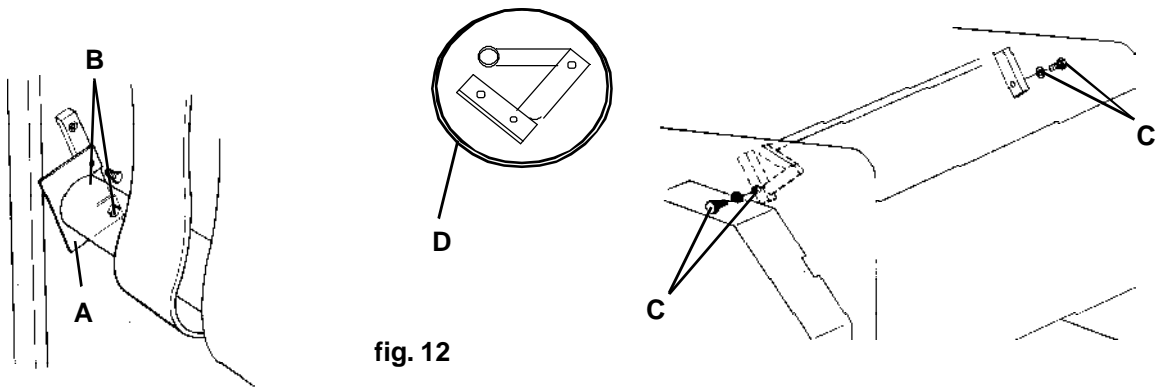

fig. 12
- Remove the retaining screws (fig. 12/B).
- Remove the yellow restraint (fig. 12/A).
- Remove the retaining screw and its yellow washer of each right base (fig. 12/C). Previously verify that the end (fig. 12/D) of each right base is correctly placed.
- Extraer los dos tornillos de sujeción (fig.12/B).
- Retirar la fijación de color amarillo (fig.12/A).
- Extraer el tornillo de sujeción y su arandela de color amarillo de cada bancada (fig.12/C). Comprobando previamente que la pieza tope (fig.12/D) de cada bancada está correctamente colocada.
- Enlever les deux vis de fixation (fig. 12/B).
- Retirer la fixation de couleur jaune (fig. 12/A).
- Enlever la vis de fixation et sa rondelle de couleur jaune de chaque bâti (fig. 12/C). En vérifiant préalablement que la pièce d'arrêt (fig. 12/D) de chaque bâti soit correctement placée.